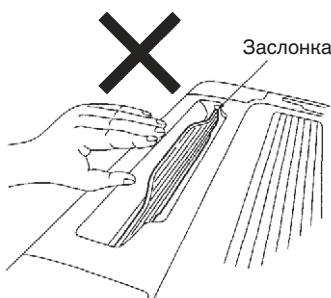

Рис. 7-2
- Не касайтесь заслонки и не прилагайте к ней силу. (Рис. 7-2) (Это может привести к неисправности заслонки.)